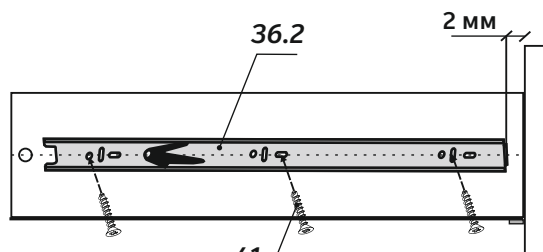

Рис.10
2. Приложить направляющую к каждой боковой стенке ящика так, чтобы центры отверстий направляющей совпали с линией на боковой стенке ящика, выдержав размеры, показанные на рис.10
3. Крепить направляющие к каждой боковой стенке ящика шурупами 3,5x16 (п.41) – 3 шт (см. рис.10).